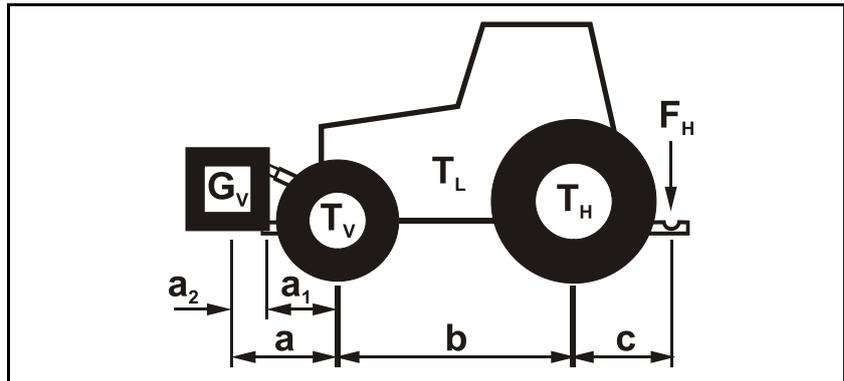

Fig. 120
- Rampe Super-L **Fig. 120/...**
- (1) Cuve
- (2) Vis fendue
- (3) Compresseur